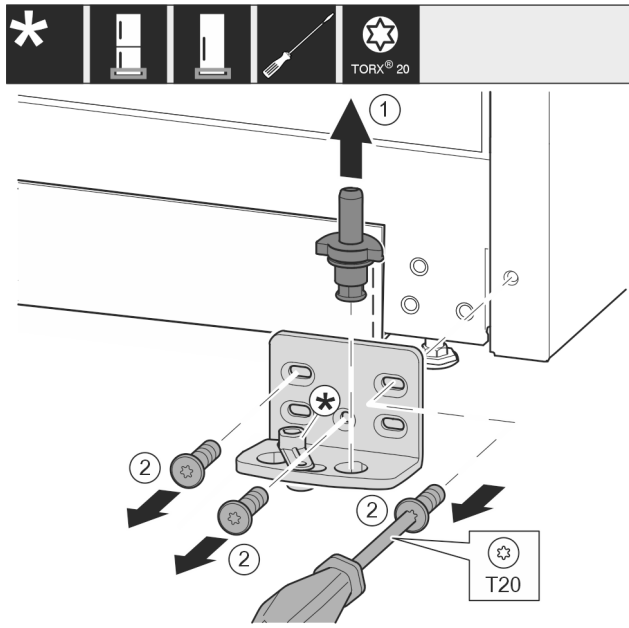

Fig. 13
- Lagerbolzen komplett nach oben herausziehen. Fig. 13 (1)
- Schrauben mit Schraubendreher T20 herausdrehen und Lagerbock abnehmen. Fig. 13 (2)